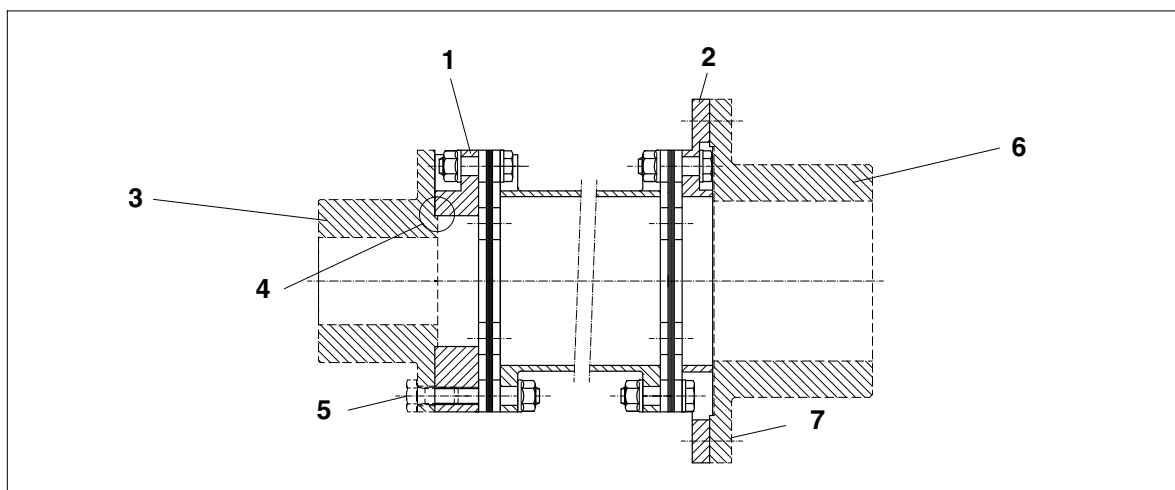
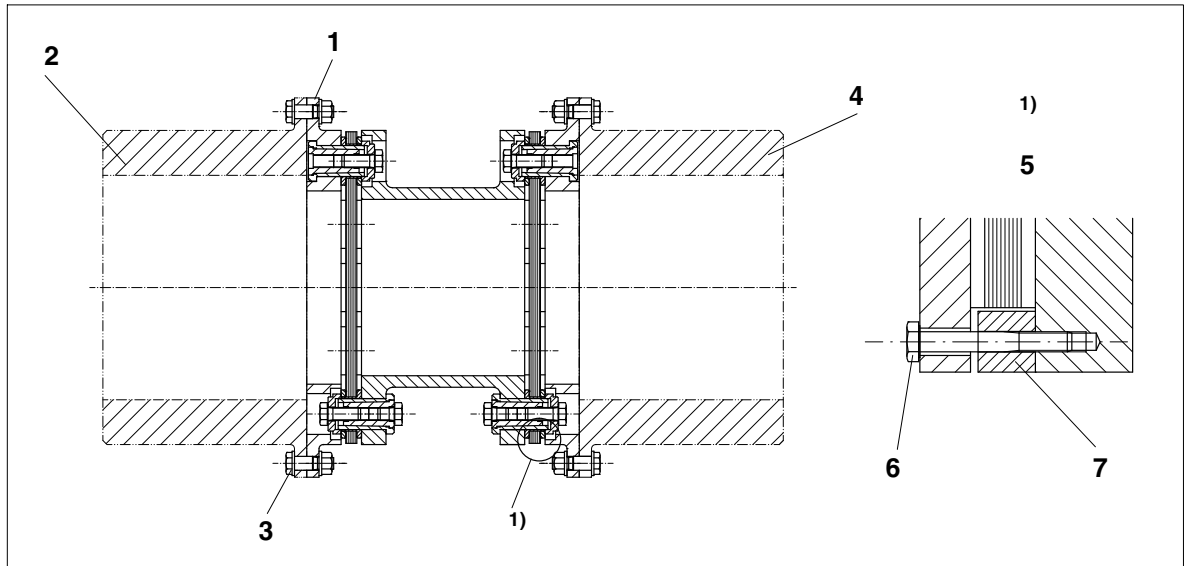

图 18: "C"- 法兰 和 "F"- 法兰螺栓连接 (示例: ARS)
图 19: "F"- 法兰螺栓连接 (示例: ARC)
- 检查"凹槽" (定心销, 图 18) 或配合孔 (图 19) 和 "C"-、"D"- 或 "F"- 法兰的安装面可能的损坏, 如果必要, 进行返工。
当间隔单元附带预先安装的膜片组弹性体时，它们不应拆卸掉。运输安全系统确保了膜片组弹性体的安全（也可作为装配辅助；参阅图 19, 细节 "X"）。
对于附带已预装膜片组弹性片的联轴器类型，必须在调试前检查**运输安全系统**（参阅图 19，细节 "X"）是否被**完全移除**。